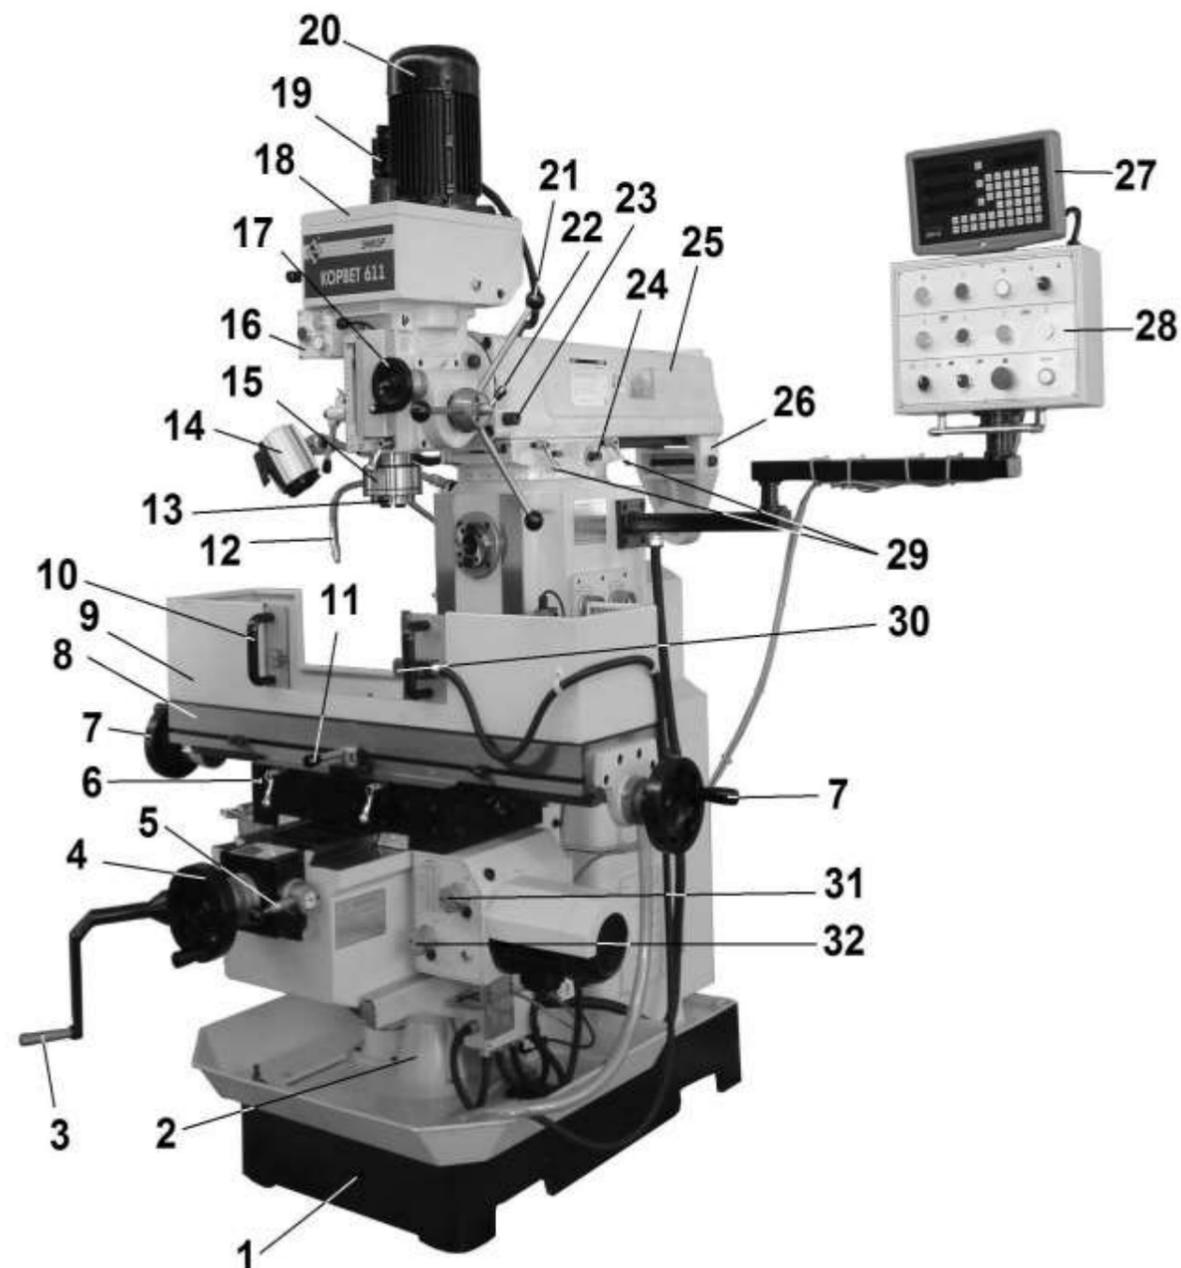

Рис. 3
6.1. Станок состоит из следующих сборочных единиц и деталей (Рис. 3, 4):
8.1. Сборка (Рис. 3, 5 - 8)